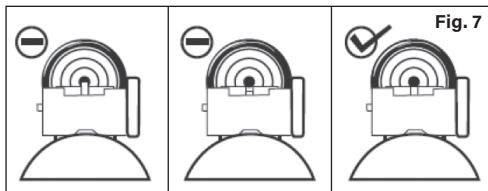

Fig. 7
3. Un alignement convenable du dispositif de visée est important pour la précision du tir. Vous obtenez un alignement convenable du dispositif de visée lorsque le tireur aligne le guidon de visée dans l'ouverture de la hausse, avec un espace égal (ou une lumière égale) sur les deux côtés du guidon, et le haut du guidon de visée à hauteur des « épaules » de l'ouverture arrière (voir Figure 7).